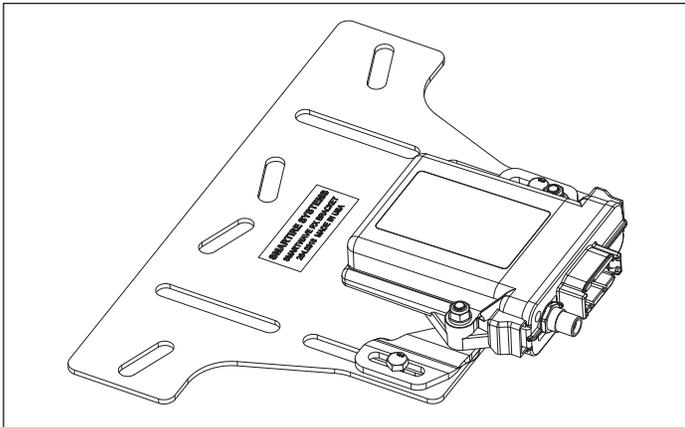

Figura 8: Montaje de la nueva ECU en el soporte
2. Coloque la nueva ECU en los clavos del soporte y fije la ECU con las arandelas y tuercas suministradas. Deslice el soporte en la placa original para optimizar la ubicación de la ECU. Asegúrese de que la ECU no esté en contacto con ningún otro componente del vehículo. A continuación, apriete los pernos entre la placa adaptadora y el soporte original. *Vea la figura 8.*